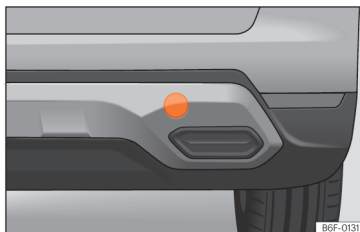

Abb. 164 Auf der rechten Seite des hinteren Stoßfängers: Abdeckung entfernen.
Die Abschleppöse wird in die hinter einer Abdeckung auf der rechten Seite des hinteren Stoßfängers befindliche Aufnahme eingeschraubt » [Abb. 164].
- Drücken Sie auf den rechten Bereich der Abdeckung » [Abb. 164] und klinken Sie diese aus.